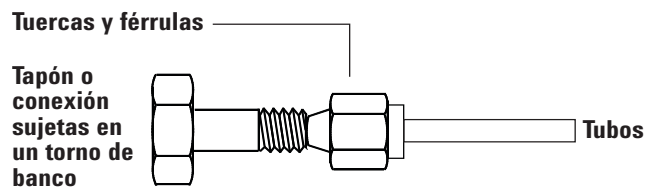

Figura 18 Montaje de la conexión
- 3 Introduzca la tubería en el tapón de acero inoxidable (consulte Figura 18).